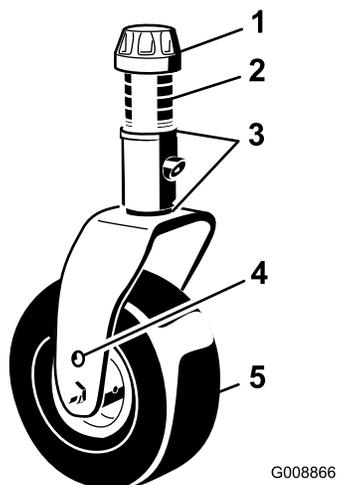

Figura 26
3. Regolate gli spessori (3 mm) sulla forcella (o forcelle) della ruota orientabile, finché l'altezza di taglio non corrisponde al valore riportato sull'adesivo (Figura 26); fate riferimento a Regolazione del passo del piatto di taglio \(pagina 62\).